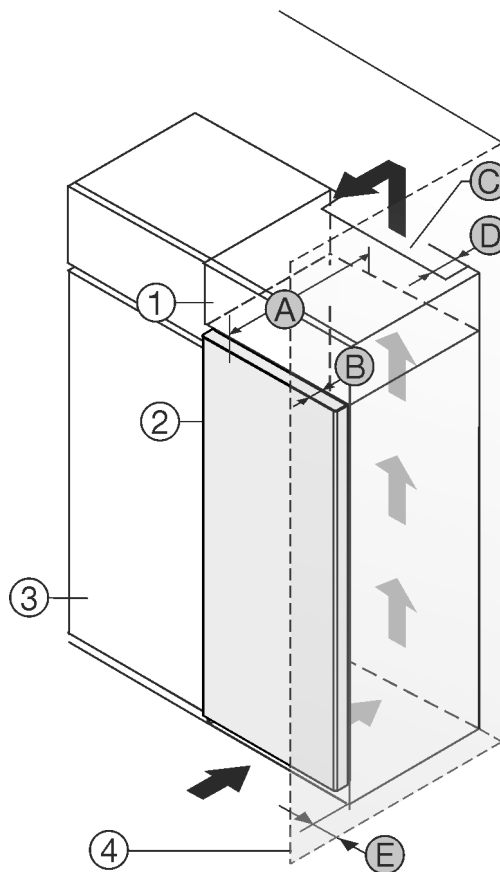

Fig. 1
- (1) Шкаф-пристройка *
- (2) Уред *
- (3) Кухненски шкаф *
- (4) Стена *
- (A) Дълбочина на уреда *
- (B) Дълбочина на вратата *
- (C) Вентилационно напречно сечение *
- (D) Разстояние до гърба на уреда *
- (E) Разстояние до страната на уреда *
Можете да поставите уреда непосредствено до кухненския шкаф Fig. 1 (3)*.
От задната страна на шкафа-пристройка трябва да има вентилационен отвор с дълбочина Fig. 1 (D) по цялата ширина на шкафа-пристройка*.
Под тавана на помещението трябва да е спазено сечението за вентилация Fig. 1 (C).*
Когато уредът се поставя с пантите до стена Fig. 1 (4), разстоянието между уреда и стената трябва да е поне 13 mm.*
Когато уредът се поставя с пантите до стена Fig. 1 (4), разстоянието между уреда и стената трябва да е поне 20 mm.*
За да можете да отваряте вратата изцяло, уредът трябва да е издаден с дълбочината на вратата Fig. 1 (B) спрямо челото на кухненския шкаф. В зависимост от дълбочината на кухненските шкафове Fig. 1 (3) и използването на детайли за отстояние от стената, уредът може да излезе още по-напред.*